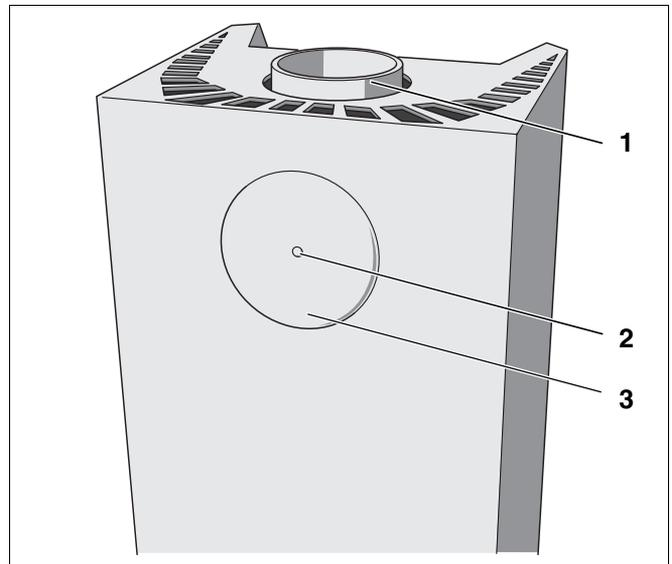

Abb. 6 Abgasanschlüsse
Werkseitig ist der Abgasstutzen am Abgasanschluss Oberseite des Kaminofens montiert (Abb. 6, **Pos. 1**).
- Schraube (Abb. 6, **Pos. 2**) der äußeren Abdeckplatte des Abgasanschlusses Rückseite lösen, ohne diese vollständig herauszudrehen.
- Äußere Abdeckplatte entfernen (Abb. 6, **Pos. 3**).